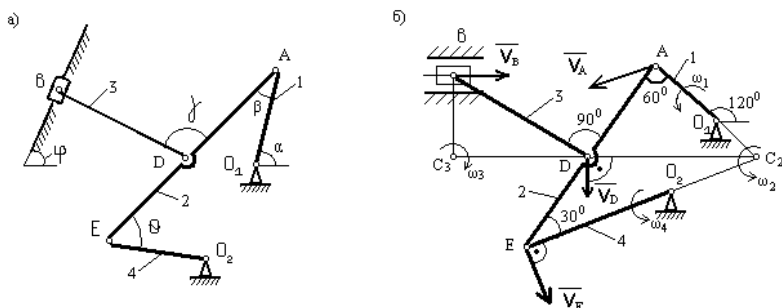

Рис.106
Механизм (рис. 106 состоит из стержней 1, 2, 3, 4 и ползуна В, соединённых друг с другом и с неподвижными опорами O_1 и O_2 шарнирами.
1. Строим положение механизма в соответствии с заданными углами (рис. 106,б)